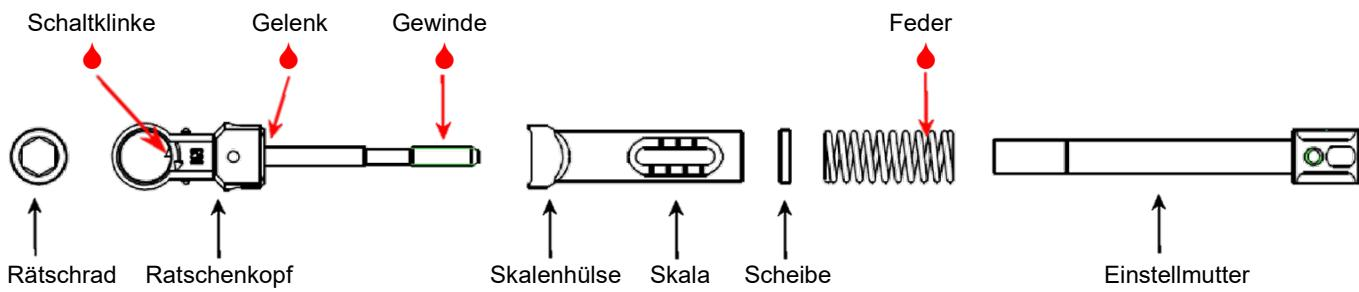

Abbildung 3
Die Drehmomentratsche muss vor der Reinigung (unabhängig von der gewählten Reinigungsart) in ihre Einzelteile zerlegt werden. Das ist ohne Werkzeuge möglich. Dazu wird lediglich die Einstellmutter ganz herausgeschraubt. (siehe Abbildung 3)
- markierte Bereiche (siehe Abbildung 3) leicht mit Instrumenten-Pflegeöl schmieren.